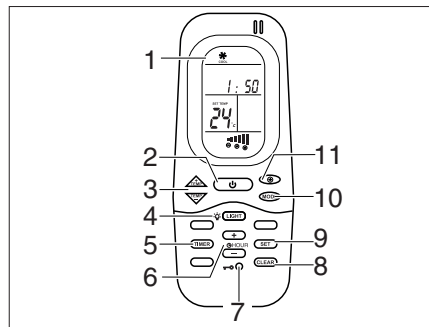
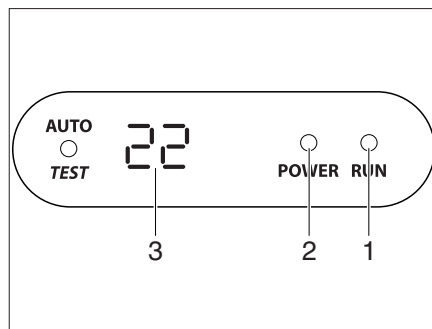

Fig. 119 Télécommande
Fig. 120 Écran du diffuseur
La climatisation est montée sur le toit du véhicule. La télécommande (Fig. 119) pour la climatisation se trouve dans le coin cuisine.
La climatisation est prête à fonctionner. La LED (Fig. 120,2) de l'écran du diffuseur brille en rouge.
- Pour la mise en service, appuyer sur l'interrupteur Marche/Arrêt (Fig. 119,2) de la télécommande. La DEL (Fig. 120,1) brille en vert si la climatisation fonctionne en mode refroidissement. La DEL (Fig. 120,1) brille en rouge si la climatisation fonctionne en mode chauffage.
- Régler le mode de fonctionnement désiré avec la touche MODE (Fig. 119,10).
- Si nécessaire, régler l'étage de ventilateur désiré avec la touche (Fig. 119,11) et la température ambiante avec les touches (Fig. 119,3).
- Pour la mise hors service, appuyer sur l'interrupteur Marche/Arrêt (Fig. 119,2) de la télécommande.
- Pour la programmation, enclencher la climatisation avec l'interrupteur Marche/Arrêt (Fig. 119,2) de la télécommande.
- Appuyer sur la touche TIMER (Fig. 119,5). L'indicateur ON de l'heure de démarrage est activé.
- Régler l'heure à l'aide des touches TEMP (+/-) (Fig. 119,3).
- Rappuyer sur la touche TIMER (Fig. 119,5). L'indicateur OFF de l'heure de démarrage est activé.
- Rappuyer sur la touche TIMER (Fig. 119,5).
- Une fois le réglage terminé, appuyer sur la touche SET (Fig. 119,9).
- En vue d'effacer la programmation de la minuterie, appuyer sur la touche CLEAR (Fig. 119,8).